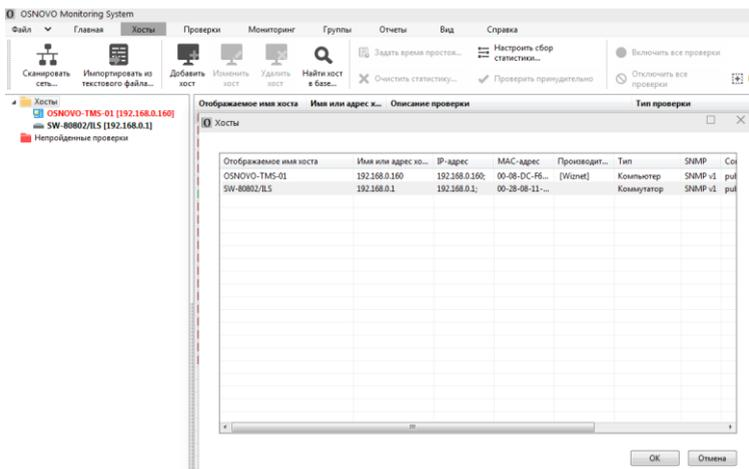

Рис. 20
- Выберите из списка уже созданный ранее хост и нажмите «ОК», рис. 20